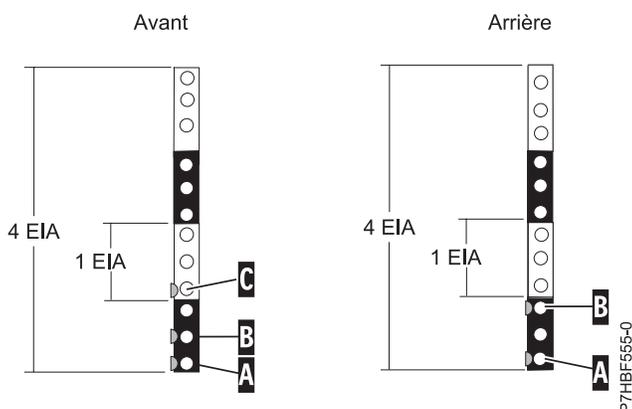

Figure 3. Marquage des trous sur l'avant et l'arrière du cadre de l'armoire
1. Lorsque vous êtes face à l'avant de l'armoire et que vous travaillez sur le côté droit, repérez l'unité EIA inférieure utilisée par l'unité d'extension. Notez l'emplacement EIA. Utilisez du ruban adhésif, un marqueur ou un stylo pour marquer le trou inférieur de l'unité EIA en indiquant A (voir figure 3). Marquez l'armoire de manière à ce que la marque soit également visible depuis l'arrière de l'armoire.
2. En commençant par le trou identifié par la marque A, comptez un trou et placez la seconde marque B. Marquez l'armoire de sorte que la marque soit visible de l'arrière de l'armoire (voir figure 3).
3. En commençant par le trou identifié par la marque B, comptez deux trous et placez la troisième marque C, comme illustré à la figure 3.
7. En commençant par le trou identifié par la marque **A**, comptez deux trous et placez une deuxième marque **B**, comme illustré dans la figure 3, à la page 5.